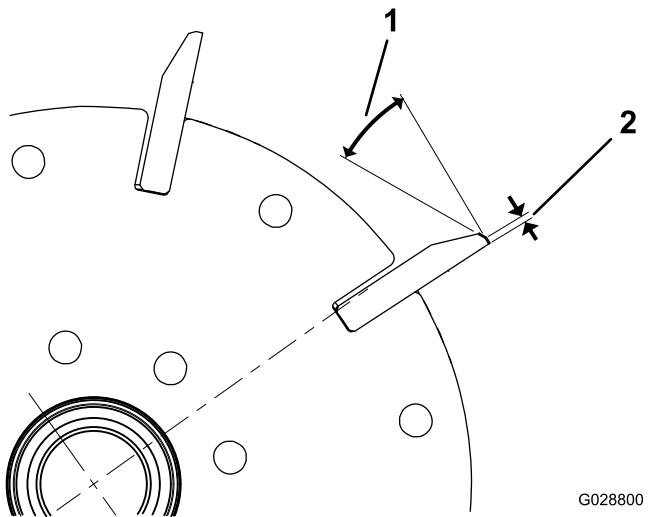

Figura 34
1. Aplique uma amolação de retificação de 30 graus em todas as lâminas do cilindro até que a folga tenha uma largura de 1,3 mm (**Figura 34**).